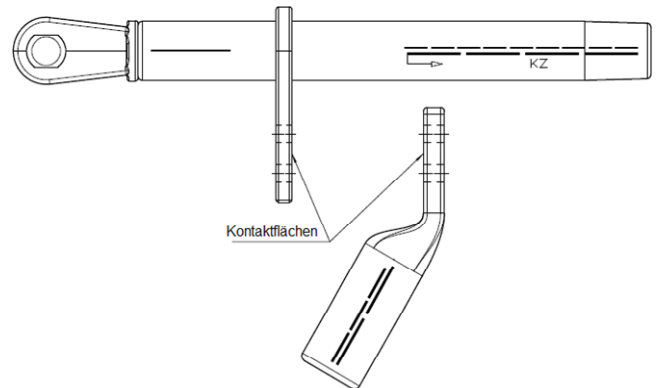

Bild 10
22. Reinigen Sie die Kontaktflächen der Schraubverbindung zwischen dem Verbindungsrohr und der Pressabspannklemme mit einer Stahlbürste und säubern Sie die Flächen mit Putzwolle (Bild 10). Fahren Sie sofort mit Nr. 23 fort (max. 30 Sekunden).
23. Fetten Sie beide Kontaktflächen mit dem Kontaktfett (Bild 10).